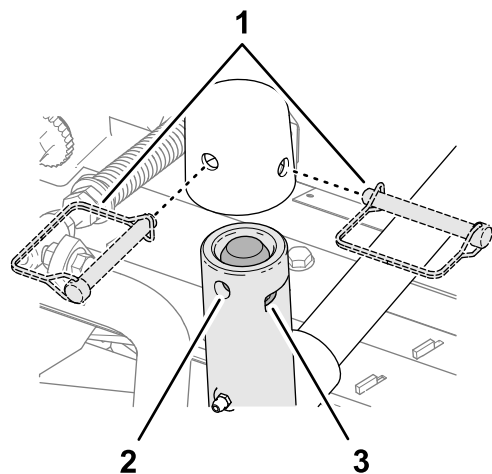

Figura 23
**Bloccaggio del perno dell'apparato di taglio per il taglio dell'erba su un pendio**—Bloccate i perni dell'apparato di taglio per impedire la rotazione in discesa degli apparati di taglio durante il taglio su un versante collinare. Utilizzate il foro nell'albero del perno del braccio di sollevamento (Figura 23) per bloccare l'apparato di taglio. Utilizzate l'asola per un apparato di taglio con volante.